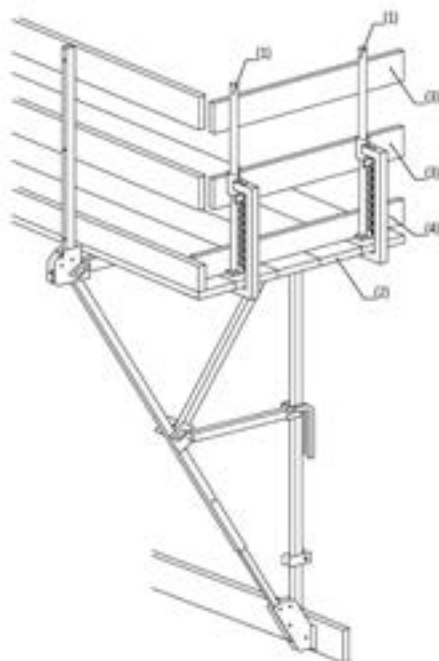

Bild 4.4
- 1 2 Stk. Geländerzwingen (1), z.B. NOE Schutzgeländerzwinde, Teil-Nr. 900050, für Höhen bis 40 m über Gelände, seitlich am Belag (2) der Klappgerüsteinheit anklebmen.
- 2 Unmittelbar nach dem Befestigen der Geländerzwingen Geländerbretter (3) und Bordbrett (4) anbringen (Bild 4.4).